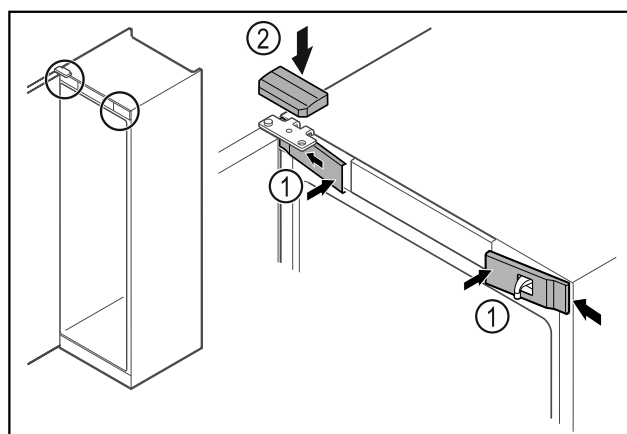

Fig. 44
- ▶ Accrocher les caches avant Fig. 44 (1) par les côtés et les enclencher.
- ▶ Insérer le cache supérieur Fig. 44 (2) par le haut.